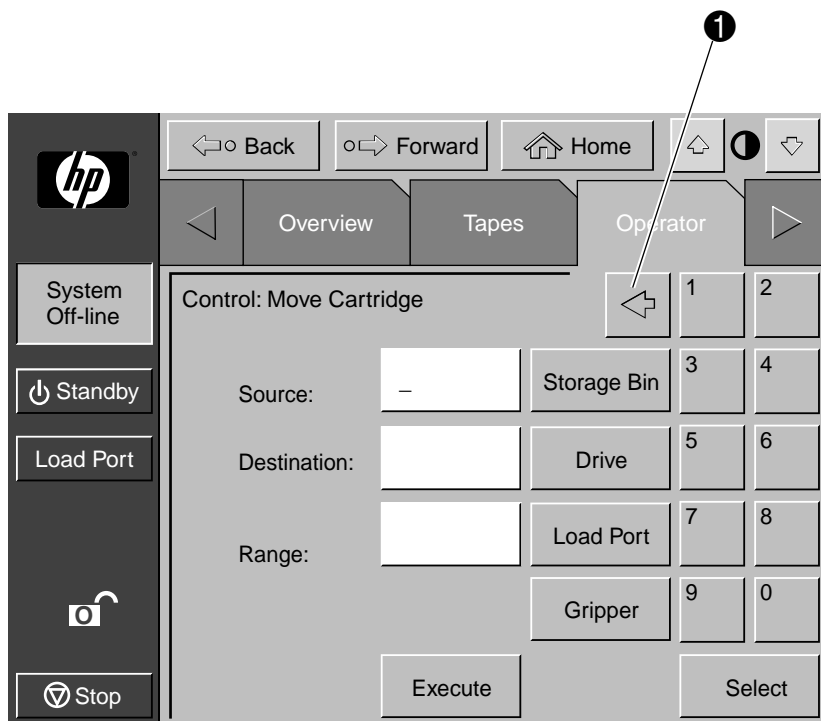

図4-7: [Control: Move Cartridge]画面
1. [Operator]画面で、[Move Cartridge]ボタンを押します。コントロールパネルに[Control: Move Cartridges]画面が表示され、[Source]入力フィールドがアクティブになっています(図4-7を参照)。
注: [Backspace]ボタンを使用すると、エントリを1文字ずつ削除できます(① 図4-7)。